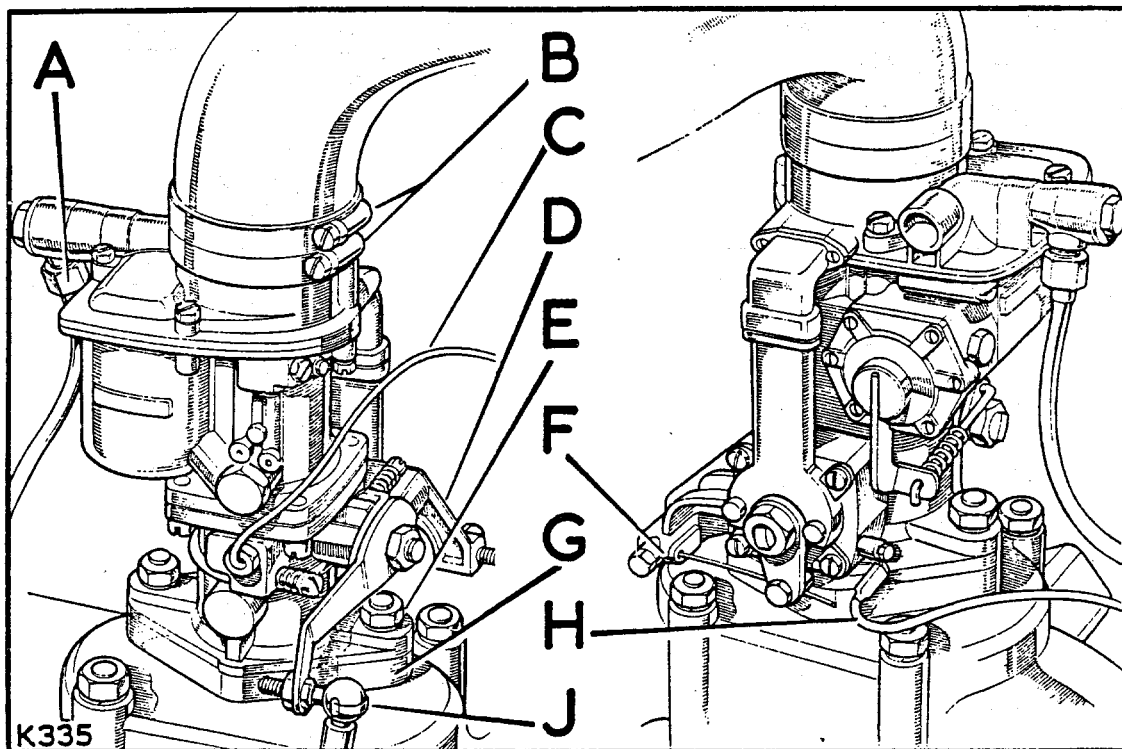

Abb. A1-29. Solex Vergaser
2. Das Gasgestänge anschliessen. Siehe Abb. A1-28, sowie Abb. A1-29. Chokekabel anschliessen und prüfen, dass sich das Gestänge in beiden Richtungen über den ganzen verfügbaren Weg bewegt.